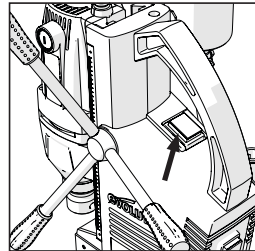

Abb. 6
- Betätigen Sie den Motorschalter AN/AUS der Maschine (**Abb. 6**), um den Motor der Maschine ein- oder auszuschalten.